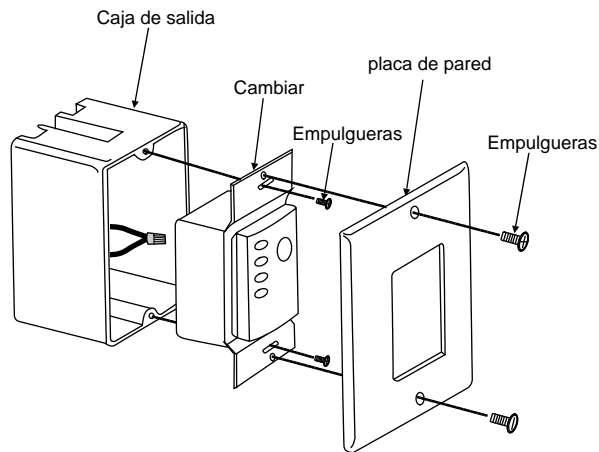

Fig. 20
Paso 2. Instale la placa de pared en la caja de salida de pared existente usando los tornillos provistos. (Fig. 20)